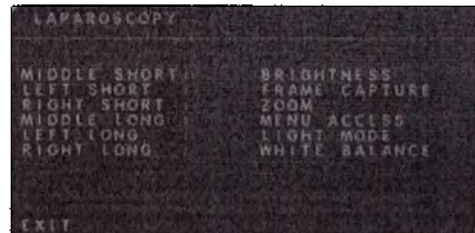

Рисунок 37. Настройки кнопок головки эндовидеокамеры
1. Нажмите **Выбрать (Select)**, чтобы открыть экран персонализации настроек кнопок (рисунок 37).
3. Перейдите к настройке камеры, которую необходимо персонализировать, и нажмите **Выбрать (Select)**, чтобы открыть экран персонализации этой настройки камеры. Будет мигать вариант ПЕРСОНАЛИЗАЦИЯ НАСТРОЕК КНОПОК (CUSTOMIZE BUTTON SETTINGS) (рисунок 37).